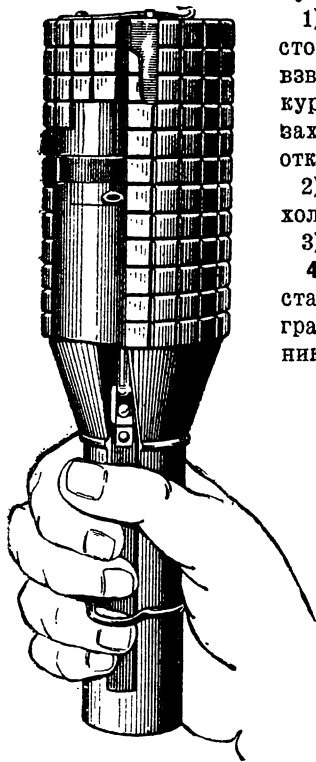

Рис. 25. Как держать гранату для броска
1) взять правой рукой заряженную гранату за рукоятку так, чтобы кольцо поместилось между средним и безымянными пальцами руки, и слегка утопить рычаг боевого взвода (рис. 25);